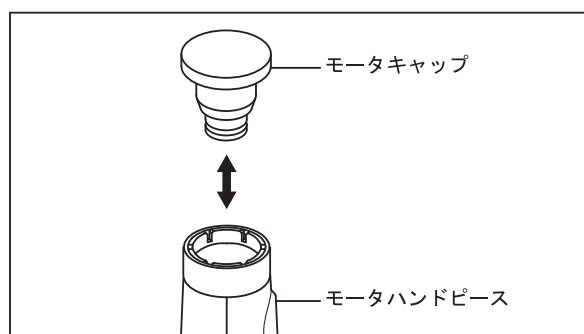

図 6
- 4) モータハンドピースにモータキャップを取り付けます。（図 6）